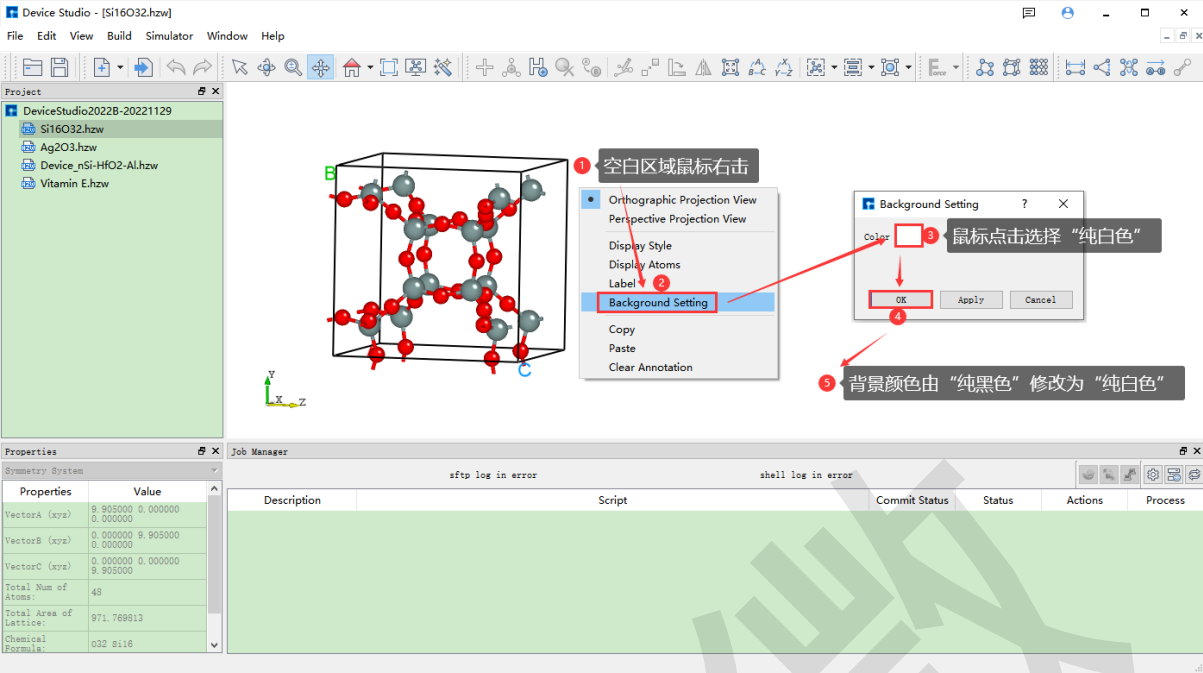

图 9.1: 将显示 Si16O32 晶体结构的 背景颜色由 纯黑色修改为 纯白色的的操作界面
1. 方式一：Device Studio 主界面中已经显示结构（如：Si16O32 晶体结构），如 图 9.1 所示为将显示 Si16O32 晶体结构的 背景颜色由 纯黑色修改为 纯白色的操作界面。